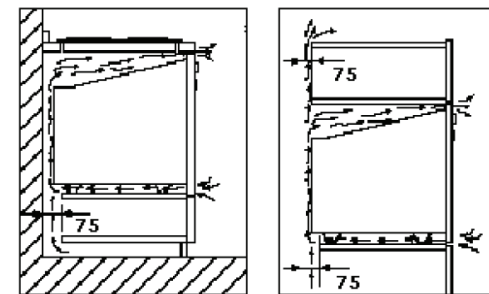

Рис.3
- Заднюю часть тумбы необходимо снять. Между задней частью и полкой, на которую встанет духовка, должен быть проем не менее 75 мм (Рис.3).